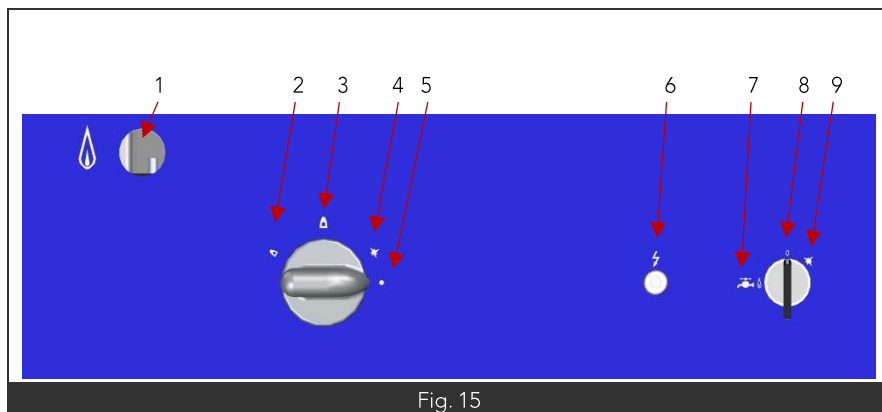

Fig. 15
- Mettre l'appareil sous tension, le voyant blanc est allumé (Fig15 Rep6).
- Appuyer sur la manette gaz sur la position allumage veilleuse (Fig15 Rep4) et de façon simultanée tourner la manette du commutateur sur la position allumage (Fig15 Rep9).
- Pour faire circuler l'eau dans la gorger périphérique, tourner le commutateur sur la position  (Fig15 Rep7).